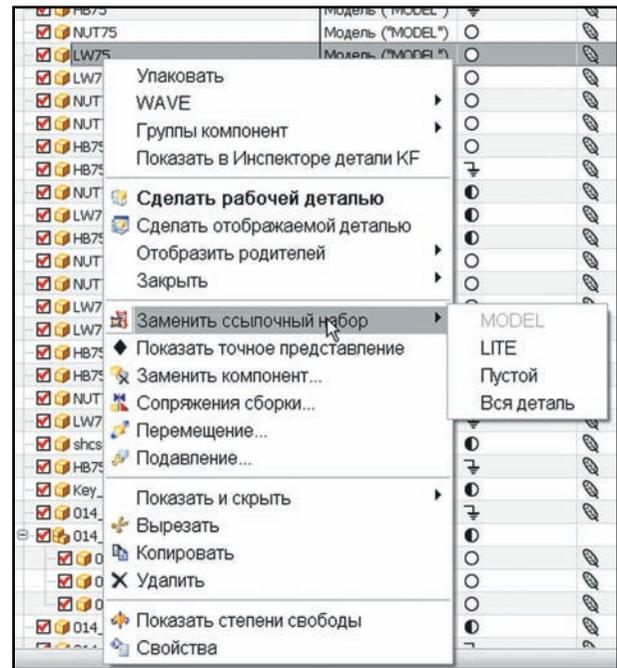

Рисунок 7.4. Смена ссылочных наборов
- Выделите один из компонентов в **Навигаторе сборки** и нажмите правую кнопку мыши. В разделе **Ссылочный набор** переключите текущий ссылочный набор на **Пустой**, а потом на **Вся деталь**. Обратите внимание, как изменяется представление компонента в графической области. Так же выбирая пункты контекстного меню **Показать точное представление (Show Exact)** и **Показать облегченное представление (Show Lightweight)**, поменяйте состояние загрузки для компонентов (рис. 7.4).